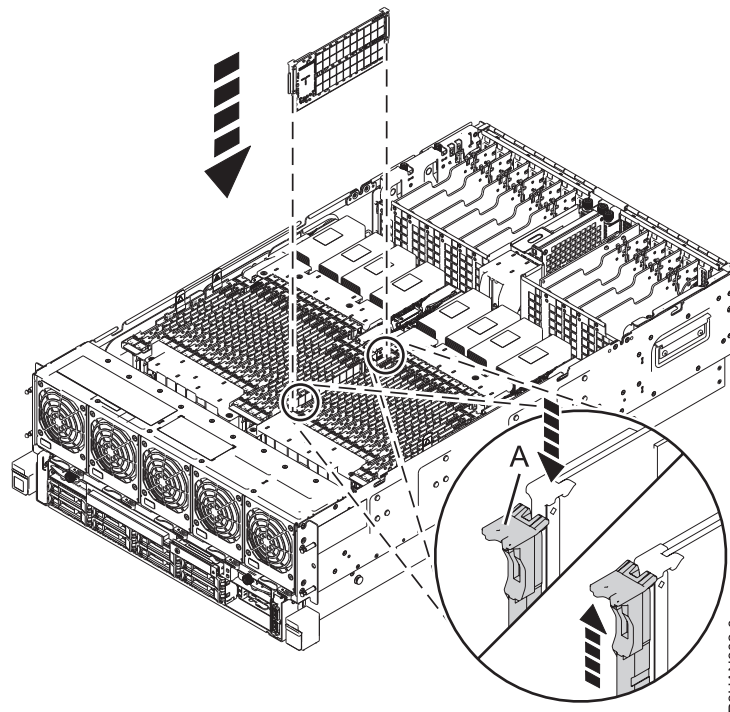

Figura 11. Substituir memória no sistema
- b. Prima a memória firmemente para a ranhura até a patilha de bloqueio (A) encaixar. Consulte Figura 11 na página 17.